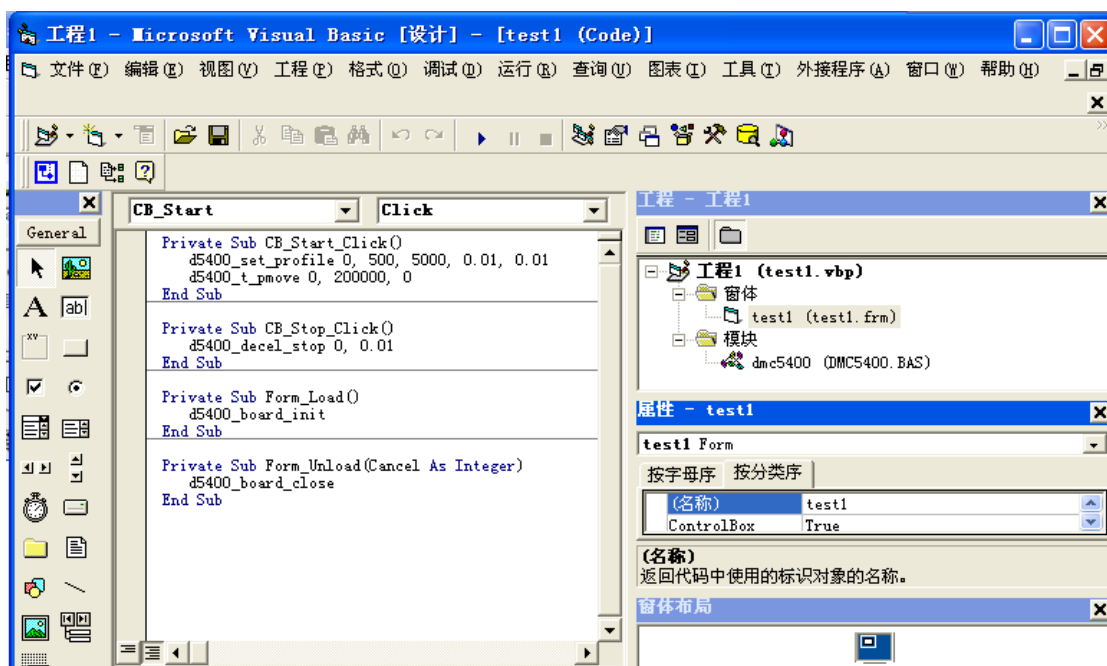

图 7-5 程序中调用运动控制卡库函数（VB）
(6) 如图 7-5 所示，双击窗口控件，在 Form_Load 事件中添加代码 d5400_board_init 选择 UnLoad 事件，在 Form_Unload 事件中添加代码 d5400_board_close 双击“启动”按钮，在 CB_Start_Click 事件中添加代码